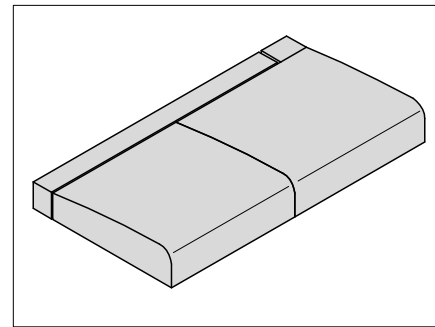
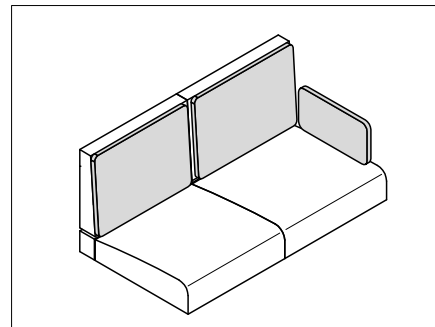

Bild 206 Sitzauflagen positionieren
Bild 208 Polster für Rückenauflagen
- Sitz-, Rücken- und Zusatzpolster wie in Bild 206 bis Bild 208 gezeigt auflegen.